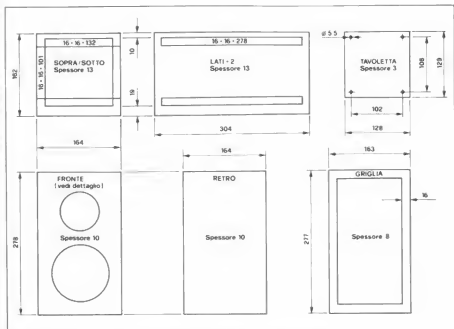

Fig. 4. Misure delle parti in legno del diffusore "Simil Rogers".
- 3 - Tagliare pannelli e listelli a misura (Fig. 4).